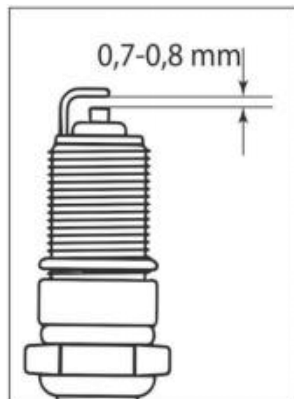

Fig. 27
7. Kontrollera gapet mellan jordelektroden och mittelektroden med hjälp av en speciell sond. Ställ vid behov avståndet till 0,7-0,8 mm (Fig. 27).